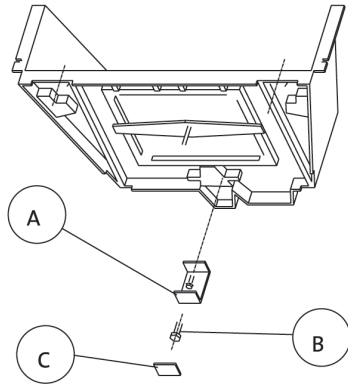

Fig. 4
Tilslutning til skorstein - (Fig. 4 og 5)
- Dersom det er god plass i grua, og skorsteinen går ned bak eller på siden av peisen, må spjeldet fjernes, og innsatsen kan monteres som beskrevet i **fig. 4**.
Connection to the chimney (Fig. 4 and 5)
- If there is plenty of room in the hearth and the chimney goes down behind or at the side of the fireplace, the damper must be removed and the insert can then be installed as described in **fig. 4**.